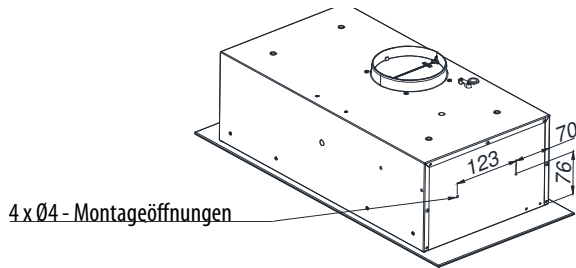

Abb. 6b Montage der Abzugshaube - Variante mit Befestigung seitlich
3. Setzen Sie die Abzugshaube vorsichtig in die vorgestanzte Öffnung ein, halten Sie die Haube mit einer Hand oder bitten Sie eine weitere Person um Hilfe. Drehen Sie die Schrauben/ Holzschrauben ein und wählen Sie eine Befestigungsvariante: a - Befestigung an der Oberseite des Schrankes, B - Befestigung an der Seite des Schrankes (Abb. 6). Für die Befestigung der Abzugshaube an der Oberseite des Schrankes müssen die Löcher im Schrankboden entsprechend den in der Zeichnung angegebenen Abmessungen gebohrt werden. Bei der seitlichen Variante müssen die seitlichen Leisten wie in Abbildung 6b beschrieben vorbereitet werden.